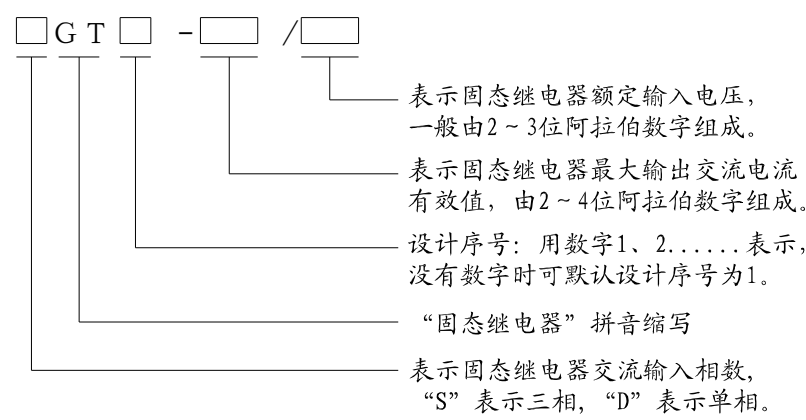

图 1
- (1) 规格栏中的电流 ($I_{T(RMS)}$) 为每相输出最大交流电流有效值；电压 ($V_{IN(RMS)}$) 为最高输入工作线电压有效值 (范围±15%)。
- (2) 电流规格相同，而设计序号不同，则固态继电器外形尺寸以及外形结构会有所不同，但性能和功能则相同。
- (3) 特殊电流及电压规格，可按用户要求协议定做。
4、型号义释 (如图 1 所示)